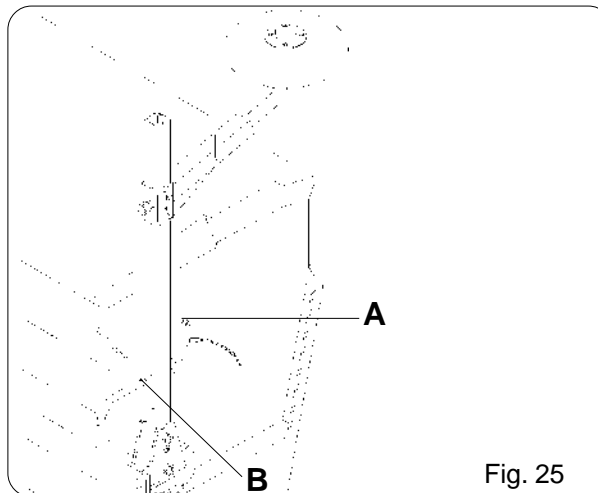

Fig. 25
1) Sganciare la copiglia (A) e sfilare il chiavistello (B) (Fig. 25).
a) Unlatch the split pin (A) and remove the bolt (B) (Fig. 25).
1) Die Splinte (A) herausziehen und den Riegel (B) entfernen (Abb. 25).
1) Décrocher la goupille (A) et retirer le verrou (B) (Fig. 25).
1) Desganchar el pasador (A) y sacar el pestillo (B) (Fig.25).